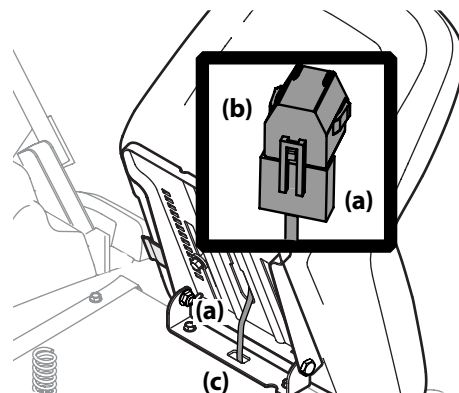

Figura 2-10
4. Si es necesario, conecte el mazo de cables del interruptor del asiento (a) al interruptor del asiento (b), como se muestra en la Figura 2-10. Asegúrese de empujar el cable excedente del cableado para que ingrese en el orificio de la caja del asiento (c) antes de continuar.